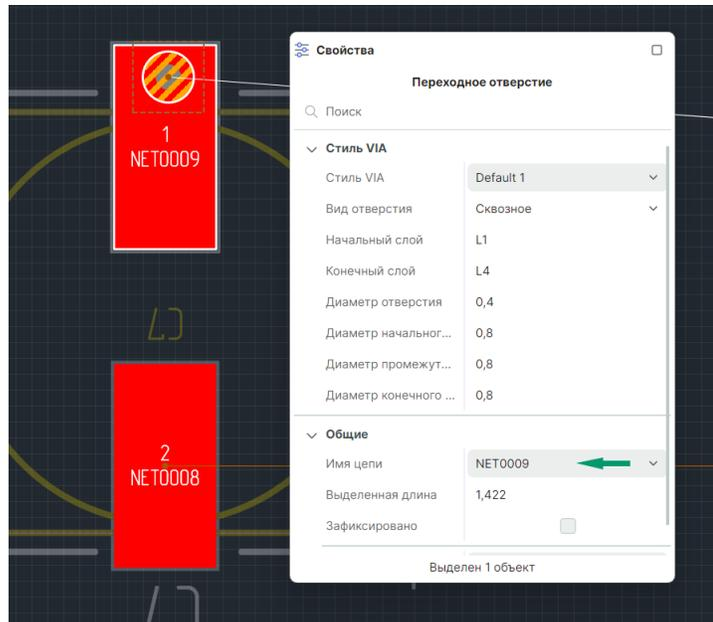

Рис. 185 Размещение ПО на КП без начала трассировки
- Размещение ПО на КП. Не начиная трассировку, разместите ПО с помощью инструмента «Разместить переходное отверстие». При таком размещении ПО входит в состав цепи, к которой относится контактная площадка, см. Рис. 185.